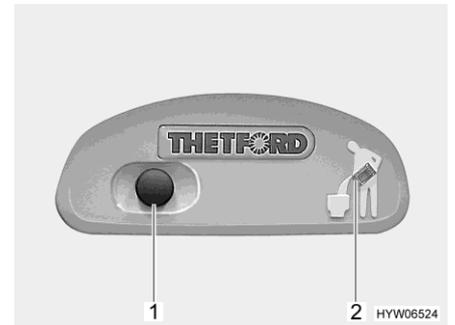

Fig. 181 Bouton pour la chasse d'eau/voyant de contrôle des toilettes Thetford
- Pour actionner la chasse d'eau, appuyer sur le bouton bleu (Fig. 181,1).
Le voyant de contrôle (Fig. 181,2) s'allume lorsque la cassette Thetford doit être vidée.